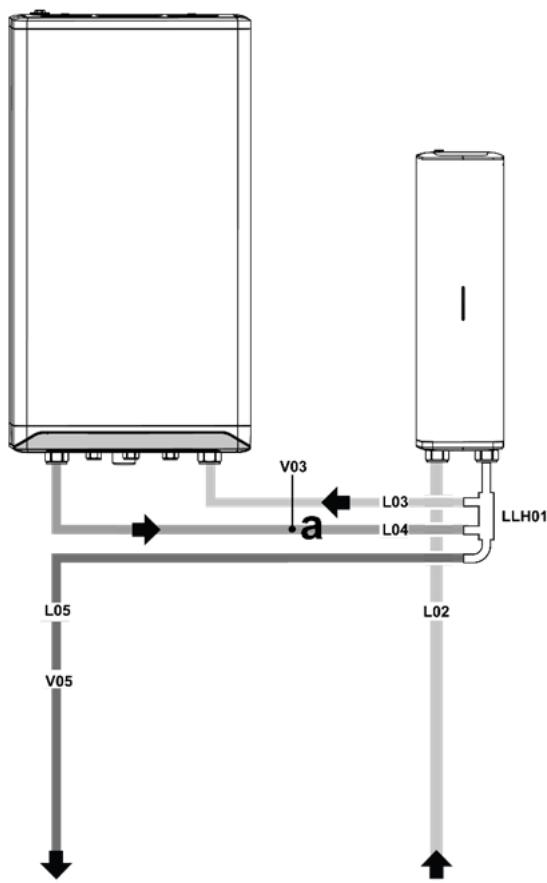
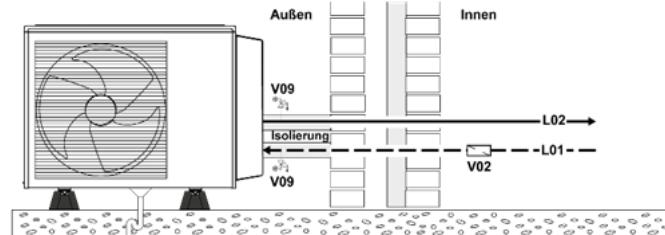

Abb. 13: Hydraulische Anschlüsse der Inneneinheit
Abb. 14: Hydraulische Anschlüsse der Außeneinheit
Legende zu Abb. 13-Abb. 14:
- ⇒ Installieren Sie ggf. einen mechanischen Frostschutz (z.B. V09 gem. Abb. 14), s. hierzu auch Kap. 3.12.2.
- ⇒ Schließen Sie den Rücklauf Wärmepumpe L01 an den Anschluss Rücklauf Wärmepumpe ② an.
- ⇒ Schließen Sie den Vorlauf Wärmepumpe L02 am Anschluss Vorlauf Wärmepumpe ① an.